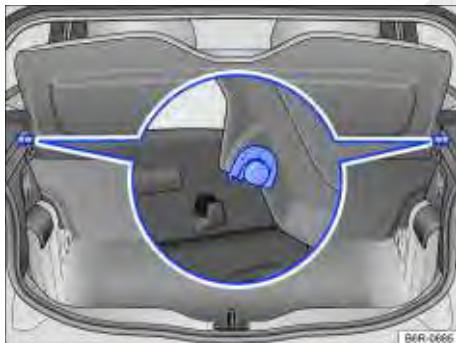

Fig. 65 No compartimento de bagagem: remover e instalar a cobertura do compartimento de bagagem.
- Retirar a cobertura do compartimento de bagagem dos suportes laterais por cima ⇒ Fig. 65.
- Pressionar a cobertura do compartimento de bagagem nos suportes laterais para baixo ⇒ Fig. 65.